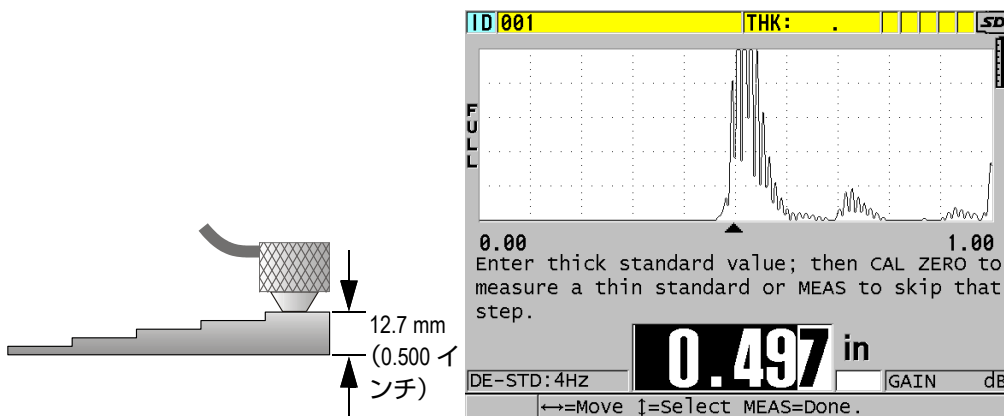

図 5-4 ステップ階段状試験片（厚い部分）による材料音速校正の実行
1. 材料音速校正を実行するには（83 ページの図 5-4 参照）：